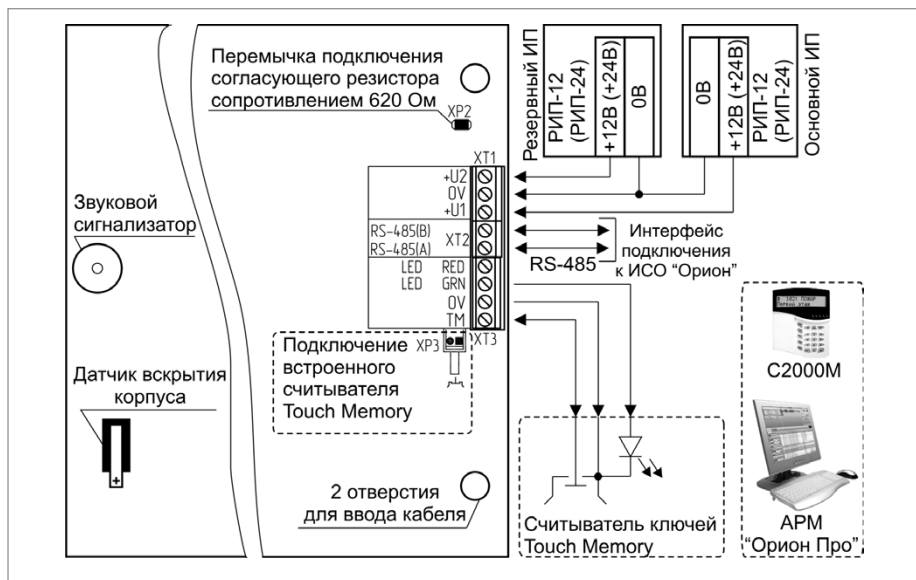

Рисунок 3. Схема внешних соединений блока «С2000-БИ исп.02»
2. Подключение соединительных линий выполняйте в соответствии с проектной документацией и схемой на Рисунок 3.